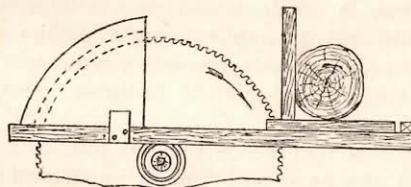

Fig. 46.
**Disposizioni preventive speciali per la segatura trasversale.** — Le disposizioni destinate ad evitare infortunii agli operai addetti a segare trasversalmente i legnami consistono in carrelli sui quali è fissato il pezzo di legno da segare, lasciando solo lo spazio occorrente al passaggio della sega (fig. 46).